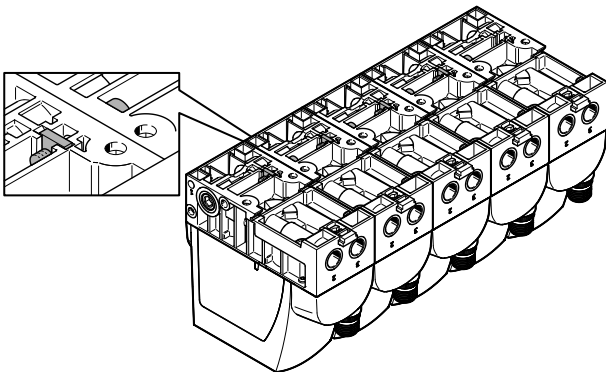

Fig. 3 Raccord sur la face inférieure du distributeur
3. Raccorder les distributeurs à la face inférieure avec des vis à tête cylindrique et des écrous carrés. Couple de serrage : 1,2 ± 0,2 Nm -> Fig.3